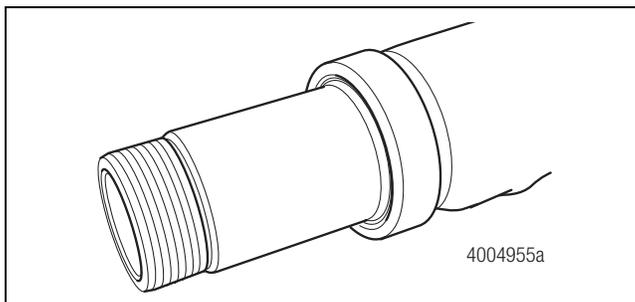

Figura 3.2
- Las espigas del eje son rectas y más cortas que las espigas convencionales. Figura 3.2.